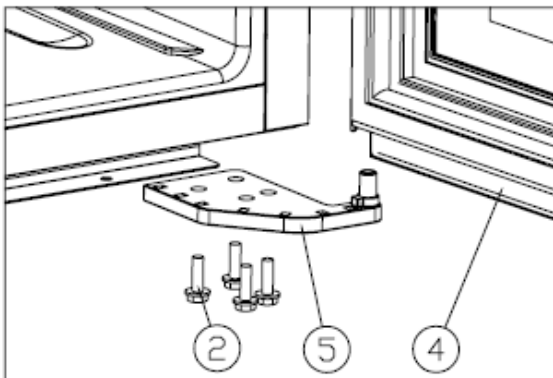

Figura 2
- ✧ Desatornille los tornillos M5*16 ②, desmonte la bisagra inferior derecha ⑤ (figura 2).